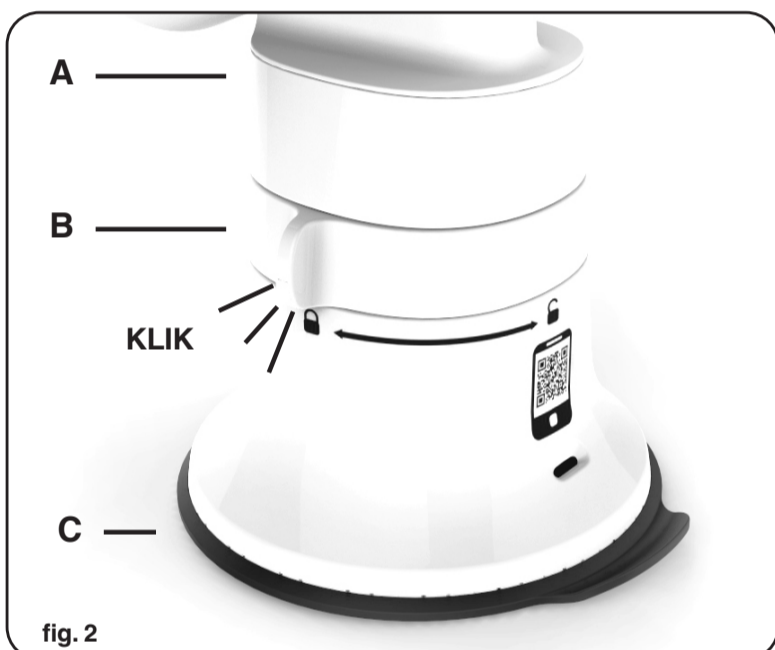

fig. 2
3. Om de voet op het aanrecht te bevestigen en het bovenste stuk op de zuigvoet te vergrendelen, draait u de vergrendelingsring (B) in de 'gesloten' positie  tot u een klik hoort. Zorg ervoor dat alle onderdelen goed vastzitten (fig. 2).